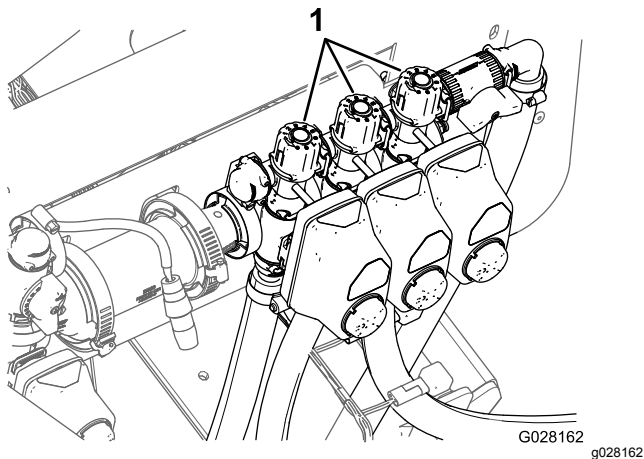

Figura 37
9. Ajuste la válvula de desvío de sección (Figura 37), situada en la parte superior de la válvula de control de sección de la sección de brazo que desactivó, hasta que la presión marcada en el indicador sea la misma que la presión que anotó en el paso 7.